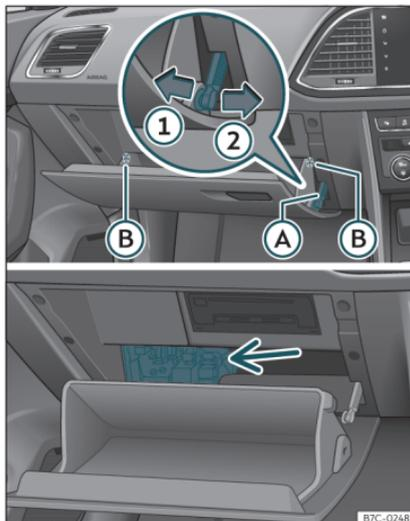

Fig. 46 Vano portaoggetti (guida a destra): accesso alla scatola dei fusibili.
- Smontare il freno di apertura»» **fig. 46** (A) in due passaggi: sbloccare innanzitutto il freno tirandolo all'indietro (freccia ①) e poi spostarlo leggermente verso destra (freccia ②). Rimuovere la guida quando il coperchio si trova in una posizione di apertura normale (30°).
- Sganciare i perni laterali (B) e sbloccare il coperchio alla seconda apertura (60°).